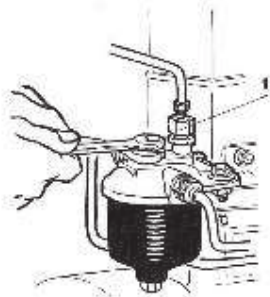

Fig. 36.
Fig. 36 bis.
S'il s'agit d'un système d'alimentation par gravité, ouvrir tout d'abord le robinet du réservoir pour relâcher ensuite le bouchon de purge d'air (14) situé à côté de l'écrou central du couvercle. Laisser échapper l'air et le liquide jusqu'au moment où ce dernier arrive exempt de bulles d'air. Répéter l'opération avec la vis de purge d'air (2) montée sur l'écrou central même. (Il est nécessaire quelquefois de maintenir l'écrou central avec une clé pendant que l'on dévisse la vis de purge, de façon à ne pas dévisser les deux en même temps) (fig. 36 bis).
12) Si le système comprend une pompe d'alimentation et si le filtre est muni en plus d'une soupape de purge d'air par gravité (1), de trop plein ou d'un système de purge d'air permanent, il est seulement nécessaire d'actionner à la main le levier ou plongeur d'amorçage de la pompe d'alimentation jusqu'à ce que le gas-oil apparaisse exempt d'air en s'échappant par la vis de purge que l'on aura dévissée entre temps. Purger de même la galerie de la pompe d'injection (fig. 36).